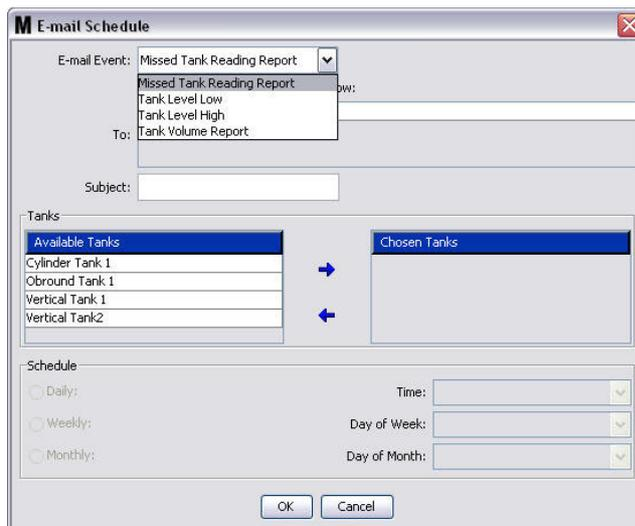

Рис. 141
1. Нажмите кнопку «New Schedule» [Создать расписание], чтобы появилось окно настройки «E-mail Schedule» [Планирование отправки электронной почты]» (Рис. 141).
2. Появится окно ««E-mail Event» [Событие отправки электронного письма]» (Рис. 141 на стр. 107). После внесения изменений нажмите кнопку «OK» [OK], чтобы закрыть окно и сохранить.